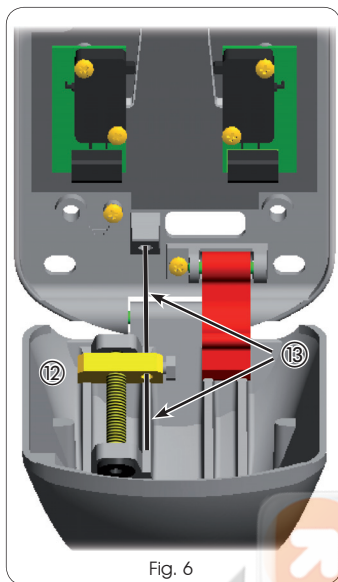

Fig. 6
6. Inserire il cavo di sblocco senza guaina all'interno dell'apposito foro come indicato in Fig.6 rif. 13), attraversando anche il tensionatore (rif. 12);
7. Prima di serrare il cavo di sblocco sul tensionatore portare il tensionatore stesso a fine corsa come mostrato in Fig.6 rif 12) agendo sulla testa della vite di regolazione con una chiave esagonale;
- Fit the release cable, without a sheath, inside the hole as shown in Fig. 6 ref. ⑬, crossing also over the tensioning device (ref. ⑫);
- Before you tighten the release cable on the tensioning device, take the device to the travel limit, as shown in Fig. 6 ref. ⑭, turning the head of the adjusting screw with a hexagon wrench;